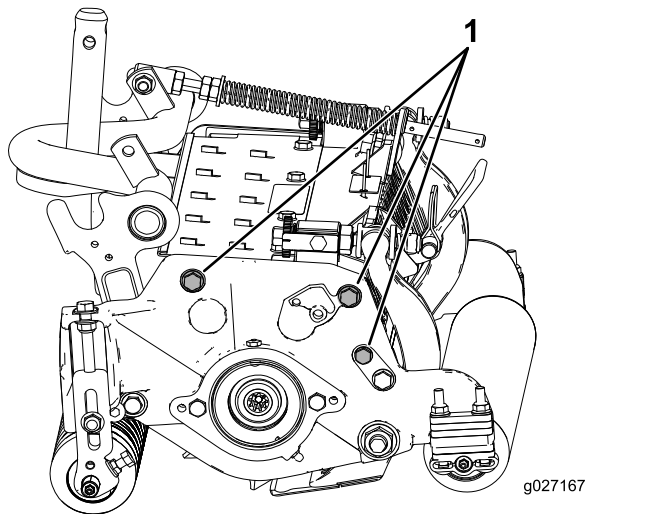

图 13
**注意** 后滚筒相对滚刀的位置通过组装部件的加工公差进行控制因此无需调节平行。将滚刀组放在平板上并松开侧板安装平头螺丝可以进行轻微的调整 (图 13)。调节并拧紧平头螺丝。上紧平头螺丝扭矩至 3745N·m。